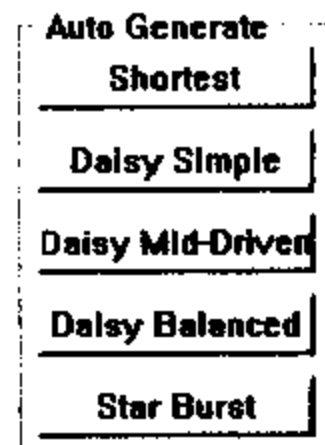

图 5-39 飞线的规则选择按钮
(5) 飞线生成规则区域。在一个网络中,最基本的是网络上的所有节点必须连通,并且没有任何回路。一个网络可以有多种飞线组合,使用一定的拓扑规则,则生成一定的飞线组合。在飞线编辑框的右边,有5个飞线规则按钮,如图5-39所示。单击某一按钮,则对应生成一种飞线组合。